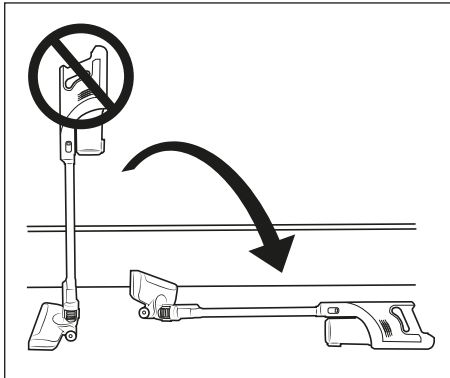

Afb. 8
- ▶ De stofzuiger kan ook direct via de netvoedingsadapter **10** worden opgeladen. Haal daarvoor de gelijkstroomstekker **11** door een lichte draaiing uit de wandhouder **18** en steek hem in de oplaadaansluiting **3** op het apparaat (zie afb. 8).